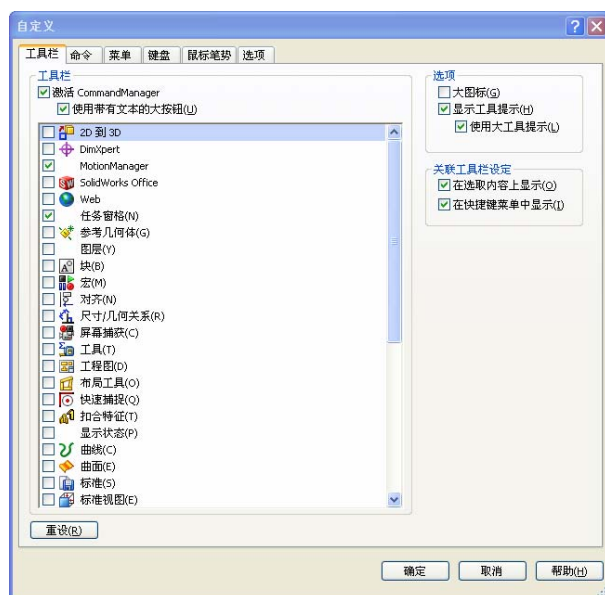

图 1-21 “自定义”对话框
① 执行命令。选择菜单栏中的“工具”→“自定义”命令，或者在工具栏区域单击鼠标右键，在快捷菜单中选择“自定义”选项，此时系统弹出如图 1-21 所示的“自定义”对话框。